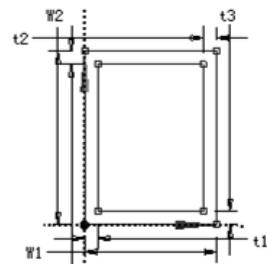

图 7.3.4 定义横截面参数
(1) 定义横梁截面属性。选择 **Concept** → **Cross Section** → **Rectangular Tube** 命令，弹出“Details View”对话框，在对话框中修改截面尺寸值，其中 $W_1=60$, $W_2=100$, $t_1=10$, $t_2=10$, $t_3=10$, $t_4=10$ 。结果如图 7.3.4 所示。